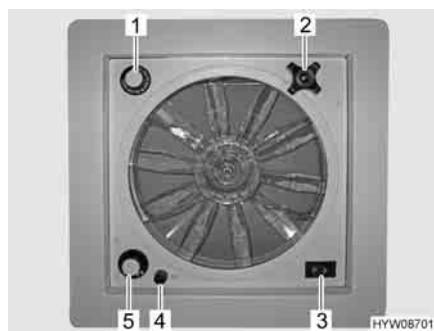

Fig. 40 Oblò con ventilatore
- Un fusibile da 4 A (Fig. 40,4) protegge da sovraccarico il motore del ventilatore. Se si verifica un sovraccarico: Individuare per prima cosa la causa (ad es. il ventilatore è sporco), poi sostituire il fusibile.
- Apertura oblò:* ■ Ruotare la maniglia girevole (Fig. 40,2), finché non si raggiunge l'angolo di apertura desiderato.
| Aerazione/sfiato: | <ul style="list-style-type: none"> ■ Portare l'interruttore a levetta (Fig. 40,3) su "Aerazione" (flusso d'aria dall'esterno verso l'interno) o "Sfiato" (flusso d'aria dall'interno verso l'esterno). |
| Spegnimento del ventilatore: | <ul style="list-style-type: none"> ■ Portare l'interruttore a levetta (Fig. 40,3) sulla posizione centrale. |
| Impostazione della velocità del ventilatore: | <ul style="list-style-type: none"> ■ Posizionare l'interruttore girevole (Fig. 40,5) sul grado desiderato:
| Impostazione della temperatura: | <ul style="list-style-type: none"> ■ Ruotare il termostato (Fig. 40,1) fino alla battuta in direzione "blu". ■ Una volta raggiunta la temperatura desiderata: Ruotare il termostato in direzione "rosso", finché il ventilatore non si spegne. Se la temperatura aumenta di nuovo, il ventilatore si riaccende. |